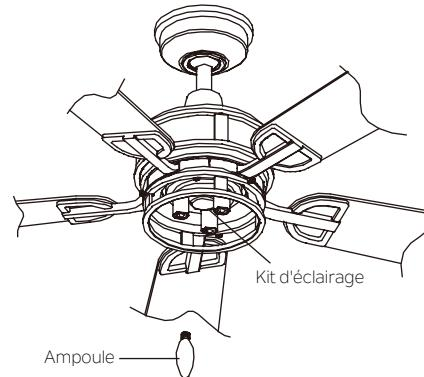

Fig. 23
**Étape 1.** Installer les ampoules LED B10 de 3,4 watts (fournies). (Fig. 23)